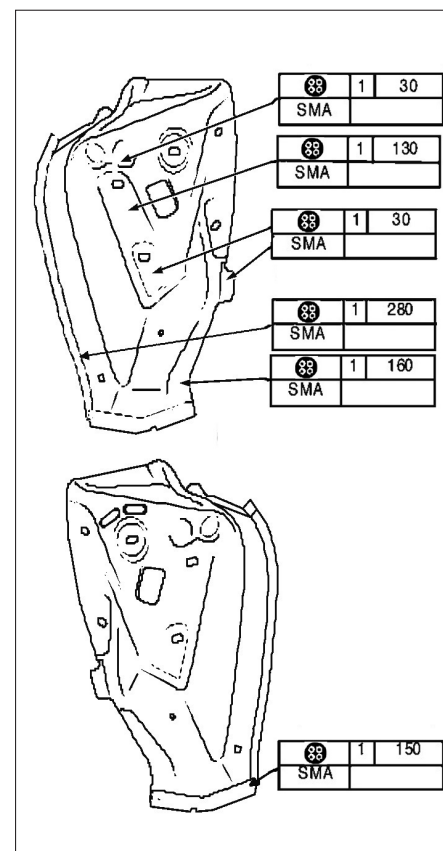

FIG. 121
- Encoller le logement de feu arrière (**fig. 121**).